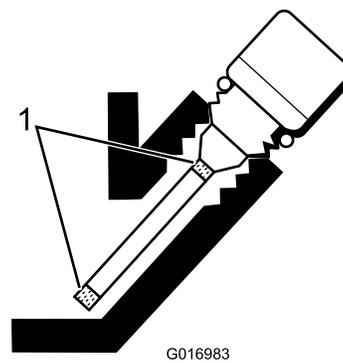

Рисунок 27
5. Если уровень низкий, добавьте ровно столько масла, чтобы поднять уровень до области между метками на щупе (Рисунок 27). **Не допускайте переполнения.**